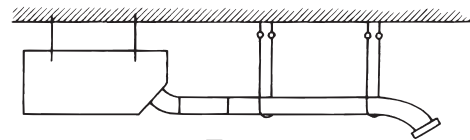

図3
- (3) 延長ダクトは安定性がありませんので、針金等で天井から固定してください。(1~2m間隔を目安にしてください)(図3)
- (4) 使用する長さに応じて適宜、切断してください。